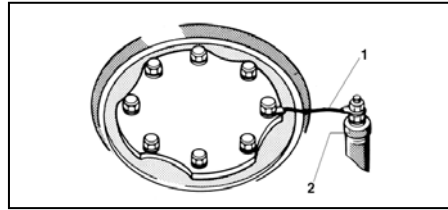

Рис. 10 Заземление магнийевого анода-протектора
Проверьте, установлен ли магнийевый анод-протектор (Рис. 10, Поз. 2) так, чтобы обеспечивалось электрическое соединение между магнийевым анодом-протектором и резервуаром бойлера, то есть, чтобы был надёжно подключен кабель заземления (Рис. 10, Поз.1).
Пояснения к Рис. 10:
- Установите клемму кабеля заземления и зажмите её шестигранной гайкой (Рис. 10).